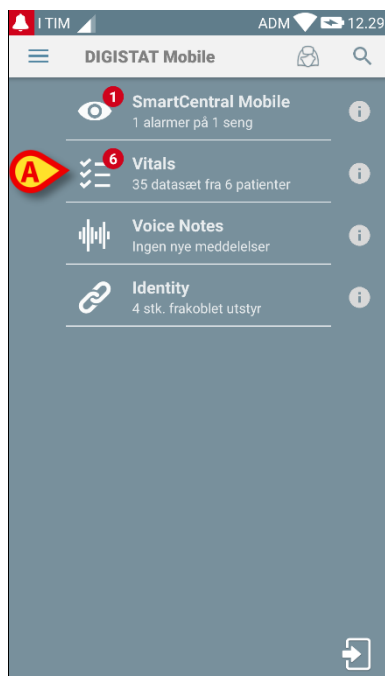

Fig. 55
- Berør den respektive række på skærmen i det håndholdte udstyr (Fig. 55).